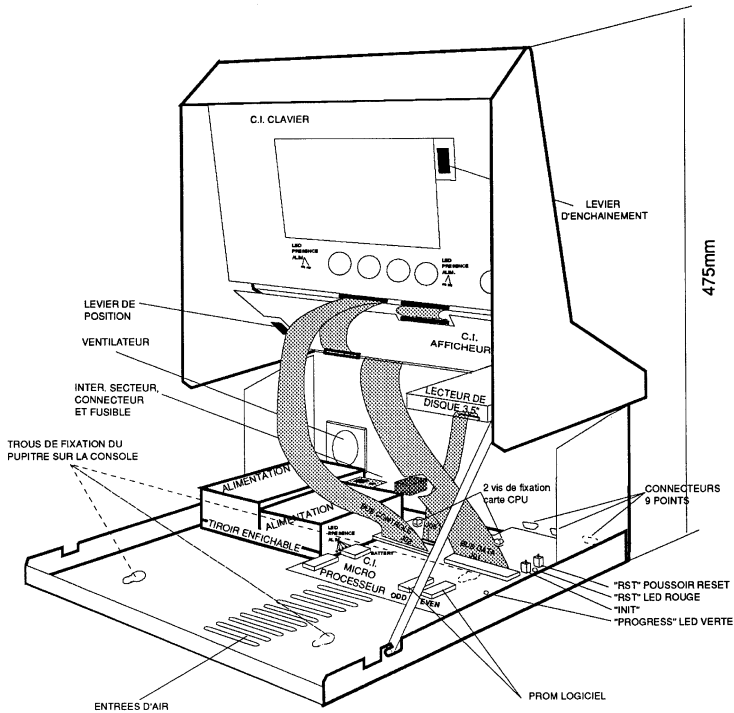

Fig. 8: Pupitre ouvert
Le pupitre peut être fixé sur la console au moyen de 3 vis (voir fig.8) ou encastré, en utilisant le kit d'adaptation optionnel. Trois positions d'encastrement sont possibles: voir fig.6 A, B, C).
- 3) Déconnecter et retirer la carte CPU (voir fig.8)